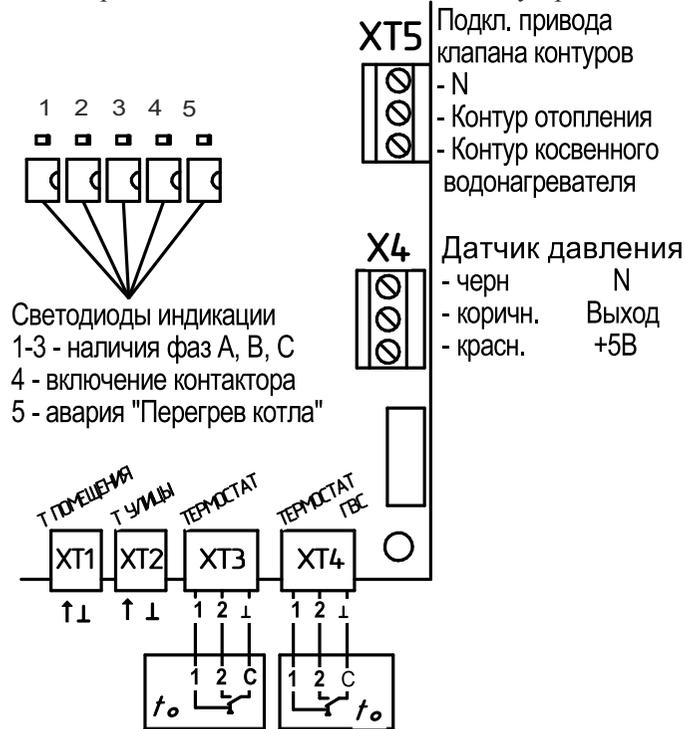

Рисунок 5. Подключение к разъёмам на плате.
Расположение разъёмов для подключения внешних устройств показано на рис. 5.
5.10.3 **разъём ХТ3** предназначен для подключения внешнего термостата, ведущего котла или управляющих контактов системы поддержания температуры помещения (GSM, Wi-Fi, LAN или аналогичной). Для включения нагрева крайние контакты разъёма (1 и ⊥) должны замкнуться, для отключения – разомкнуться. Трёхпроводной термостат следует подключить в соответствии с рис. 5. В случае применения нормально замкнутого (нагрев до размыкания) двухпроводного внешнего воздушного термостата (или ведущего котла), подключаемого к контактам 1 и 2, контакты 2 и ⊥ должны быть соединены перемычкой. Срабатывание термостата вызовет отключение нагрева. При обратном срабатывании нагрев возобновится с параметрами, сохранёнными при отключении.
5.10.4 **разъём ХТ4** предназначен для подключения устройства контроля температуры косвенного водонагревателя, например модуля управления ГВС EVAN AQUA. В качестве устройства может выступать трёхконтактный термостат (подключаемый в соответствии с рис. 5), нормально замкнутый (нагрев до размыкания) двухконтактный термостат (подключаемый к контактам 1 и ⊥) или NTC-датчик 10 кОм (подключаемый к контактам 2 и ⊥).